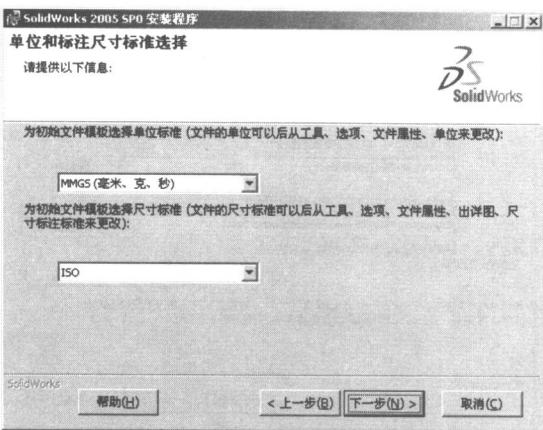

图 1-6
6. 选择默认单位和尺寸标准，单击(下一步)按钮，如图 1-6 所示。